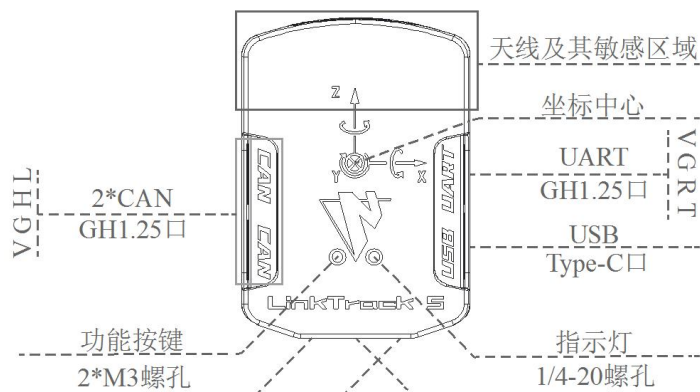
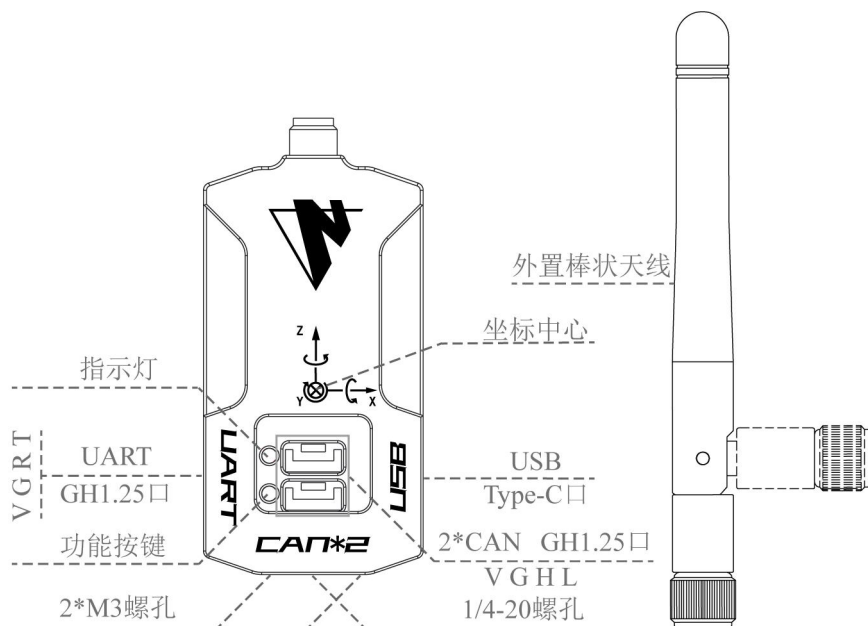

图 2: LinkTrack S 接口示意图
图 3: LinkTrack P 接口示意图
**【通信接口】** LinkTrack 包含三种通信接口，分别为 UART、USB、CAN。在图 2 与图 3 中：